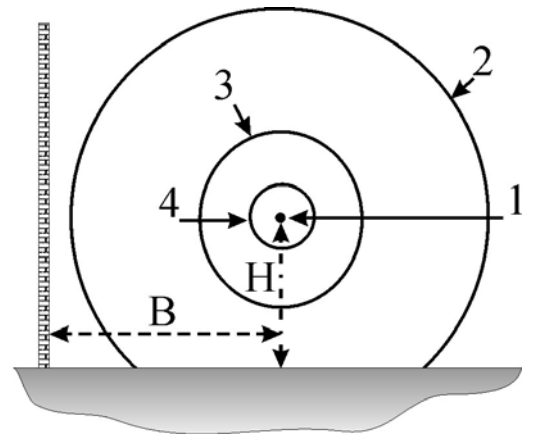
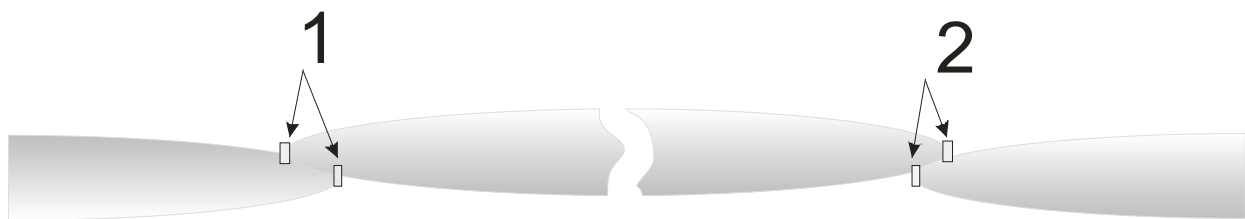
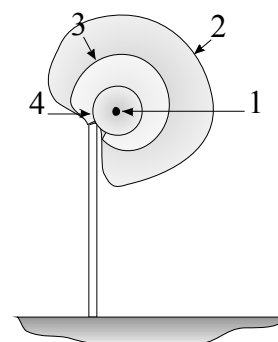

Рис. 4.4
Рис. 4.5
Рис. 4.9
стен, заграждений или др. сооружений (за исключением «радиопрозрачных»), ЗО не должна касаться их поверхностей. На рис. 4.5 представлены поперечные сечения (относительно оси «1») ЗО на различных удалениях от блоков (БПРД или БПРМ), установленных на высоте «Н»: «2» - в середине протяженного контролируемого участка; «3» - на расстоянии 2...3 м от блоков; «4» - вблизи блоков. Расстояние «В» от блоков до сооружения должно быть не меньше половины ширины ЗО в середине участка.
4.8 Следует отметить, что на части контролируемого участка ЗО имеет форму усеченного поверхностью земли эллипсоида вращения см. рис. 4.4 зона «2». Однако (см. п. 4.4) при приближении к БПРД (БПРМ) ЗО «отрывается» от земли и необходимо прикрыть образовавшиеся «проходы» с помощью либо ЗО смежного участка, как показано на рис. 4.5 (вид сверху) и 4.6 (вид сбоку), либо с помощью физических преград (ограждений, колючей проволоки или др.). На рис. 4.5, 4.7,...4.9 цифрами обозначены блоки «1» - БПРД, «2» - БПРМ.
4.14 При размещении извещателя в верхней части заграждения (почти «козырьковый» вариант), учесть влияние отраженных волн, также как в п. 4.13. Выбрать высоту установки блоков над заграждением, чтобы отраженные от заграждения волны не процировались на радиопрозрачную поверхность БПРМ. В этом случае при установке использовать специальные кронштейны КВЗ из комплекта поставки. На рис. 4.9 (также как на рис. 4.4 и с теми же обозначениями) ориентировочно показаны сечения ЗО для «козырькового» варианта.